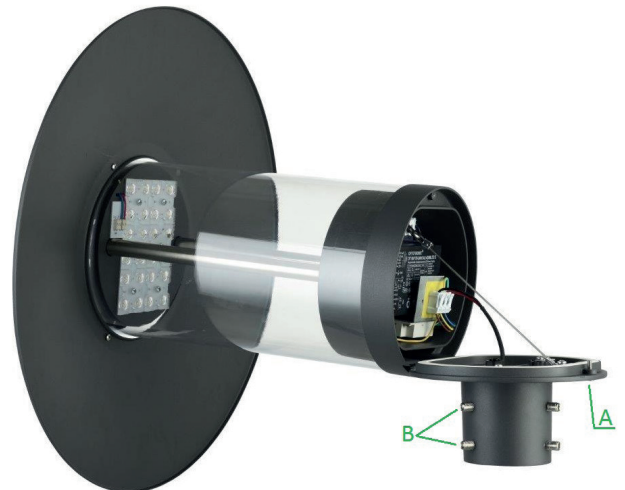
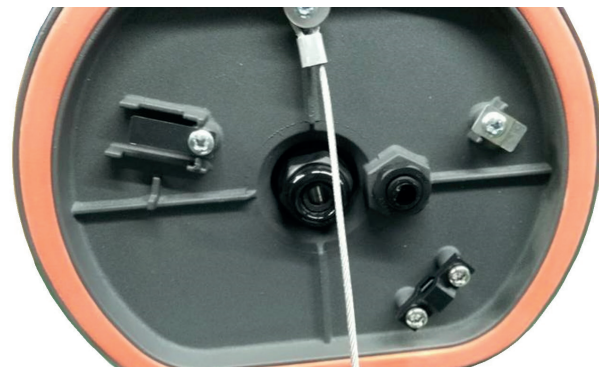

Abb. 3: FOKUS mit geöffnetem Anschlussraum
Abb. 4: Komponenten im Sockel
Die abalight LED Außenleuchte FOKUS verfügt über ein Gehäuse aus Aluminiumdruckguss mit passivem Wärmemanagement, das für ein ausreichendes Thermomanagement sorgt. Das Aluminiumgehäuse hat die Schutzart IP 66. Die Leuchte ist gegen Überspannung bis 10 kV bei 10 kA und Übertemperatur geschützt. Der Bereich für die Umgebungstemperatur beträgt -35 bis +50° C. Der Treiber ist vorgesehen für den Betrieb an 220-230 V bei 50/60 Hz. Gehäusefarbe: dunkelgrau. Mit integriertem Druckausgleichselement zur sicheren Vermeidung von Kondenswasser auch bei hoher Luftfeuchtigkeit (Abb. 4, B). Der schwenkbare Leuchtenkopf (Abb. 3) erleichtert die Installation.
1. Den Reflektor montieren, dann das Kopfstück durch Lösen der Schraube (Abb. 3, A) vom Sockel lösen und aufklappen.
2. Die Anschlussleitung durch die Verschraubung im Sockel führen und die Leuchte am Mast montieren. Alle Madenschrauben (Abb. 3, B) festziehen.
5. Das Kopfstück zuklappen und mit der Schraube (Abb. 3, A) verriegeln.